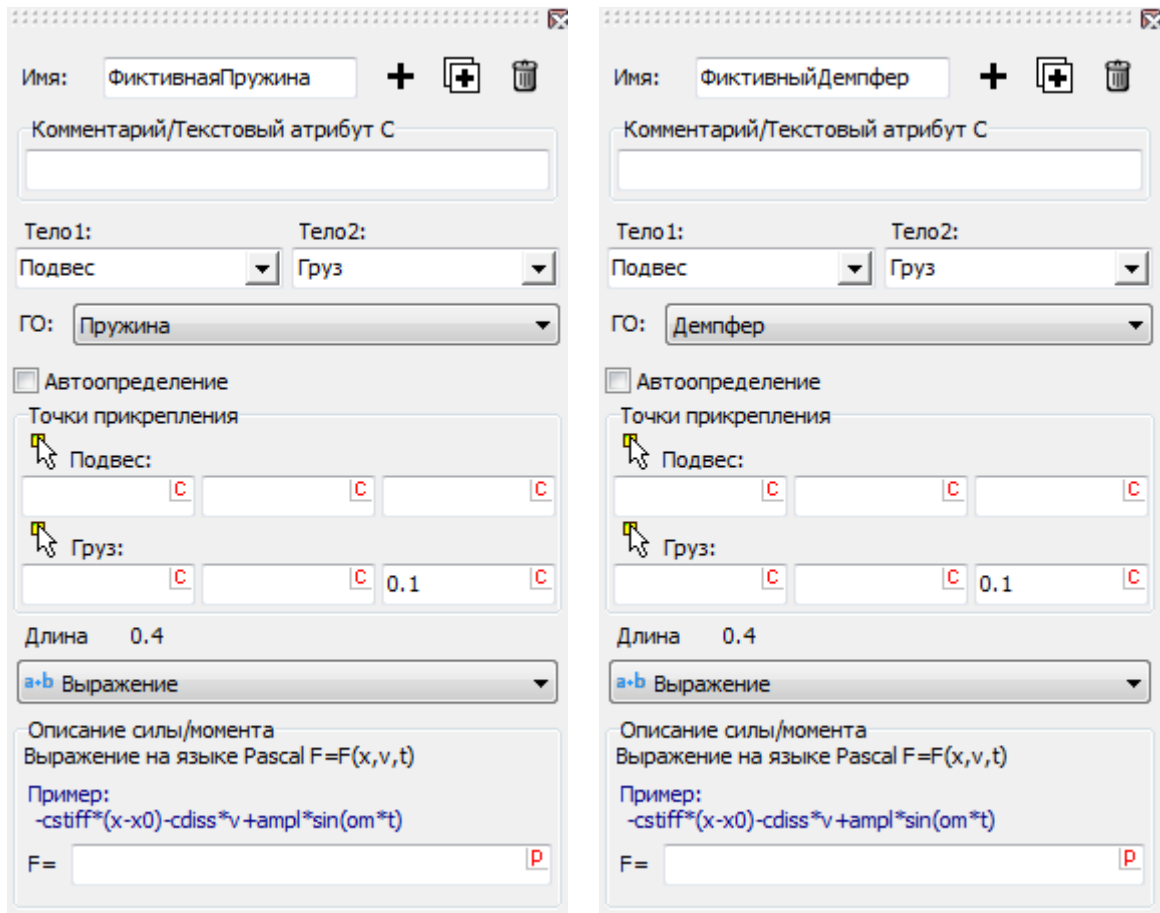

Рис. 2.14. Фиктивные биполярные силы
2. Добавьте две биполярные силы. Параметры сил укажите в соответствии с рис. 2.14.